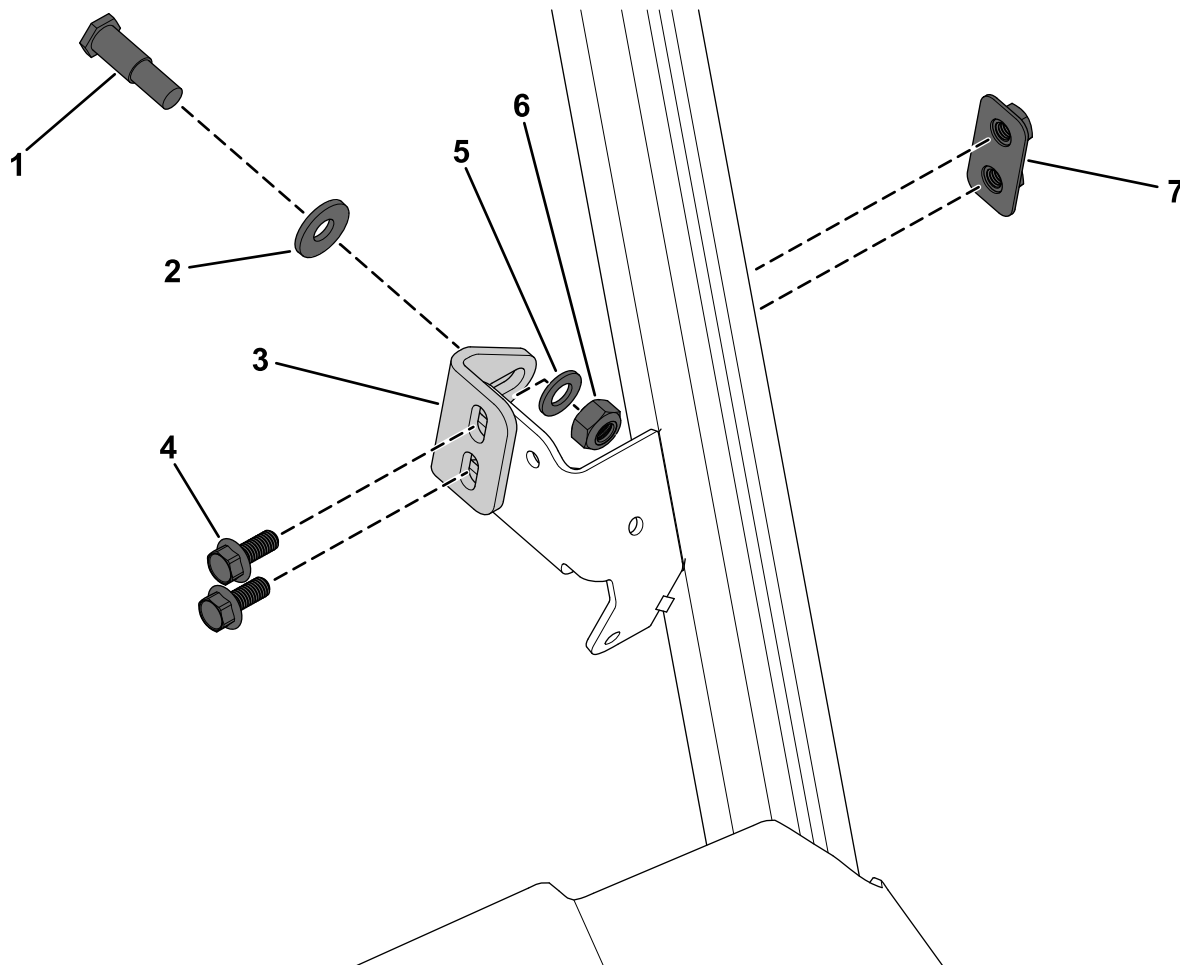

図 9
10. 左側ドア用ラッチブラケットに、ラッチブラケットを仮止めするナットプレート1枚、フランジヘッドボルトM8 x 20 mm2本、ベルヴィールワッシャ1枚、平ワッシャ1枚ストライカピン1本、六角ナット1個を使用し て 図 9 のように取り付ける。